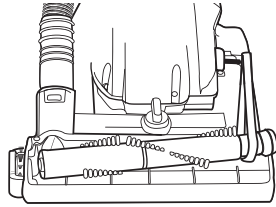

FIG. 25
- Step 8:** Align left end cap with base. Push end cap securely into place. Make sure the square on the brushroll cap is in place (FIG. 25).
- Paso 8:** Alinee el capacete del extremo con la base. Empuje el capacete del extremo hasta que quede fijado en su lugar. Asegúrese de que el cuadrado en el capacete del cepillo circular esté en su lugar (FIG. 25).